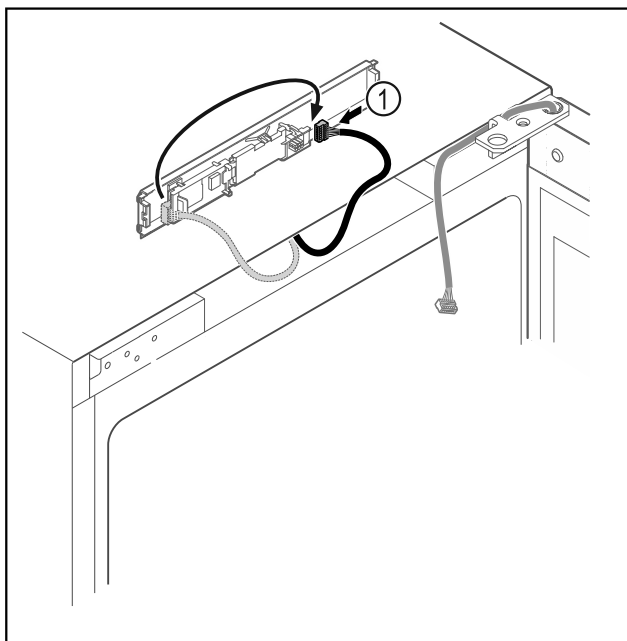

Fig. 13
- ▶ Wtyczkę Fig. 13 (1) należy ponownie podłączyć do płytki drukowanej.